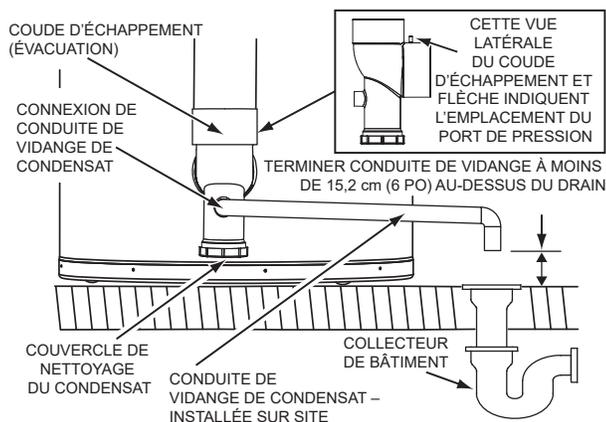

Figure 8. Coude d'échappement/condensat
Le condensat s'écoule du chauffe-eau au niveau du coude d'échappement situé à la base. La conduite de vidange de condensat posée lors de l'installation ne doit pas s'élever au-dessus du raccordement de vidange du condensat sur le purgeur de condensat. Voir **Figure 8**. Si le condensat n'est pas complètement vidangé, il s'accumule dans le coude d'échappement (évacuation). Cela a pour effet de restreindre le passage des gaz de combustion, ce qui déclenche l'ouverture du manocontact d'échappement. Le système de commande surveille tous les manocontacts. Si le manocontact d'échappement s'ouvre, le système de commande se verrouille et désactive l'opération de chauffage. Le message d'erreur « Blocked Exhaust » (échappement obstrué) s'affiche sur l'écran LCD du système de commande. Voir **États de défaillance et d'alerte** (page 61).
Le coude d'échappement comporte un purgeur de condensat intégré. Ne pas installer de purgeur supplémentaire dans la tuyauterie de vidange de condensat. Voir **Figure 8**.
**NE PAS** déposer le coude d'échappement/condensat installé à l'usine (voir **Figure 8**) pour quelque raison que ce soit. Le conduit d'évacuation du chauffe-eau est sous une légère surpression durant la marche de l'appareil. Le siphon d'eau à l'intérieur du coude d'échappement/condensat empêche les gaz de combustion de s'échapper dans l'espace de l'installation. Le coude d'échappement comporte un purgeur de condensat intégré. Ne pas installer de purgeur supplémentaire dans la tuyauterie de vidange de condensat. Voir **Figure 8** et **Installation de la vidange de condensat** (page 38).